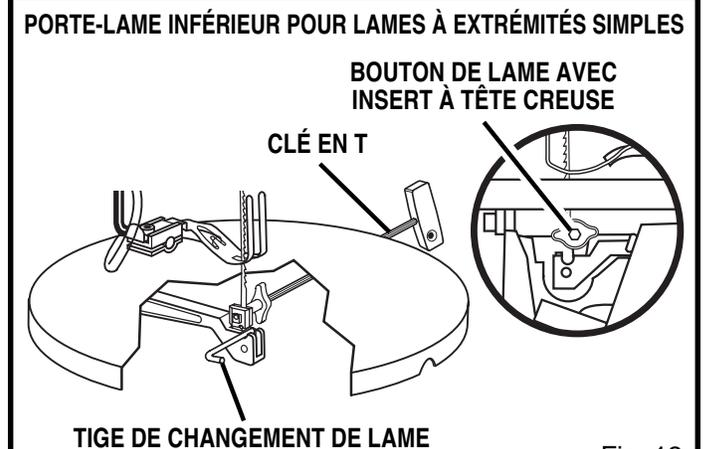

Fig. 12
Voir figures 12 à 15.
- Insérez la tige de changement de lame dans la fente du serre-lame du porte-lame inférieur. Voir figure 12.
- En utilisant la clé en T fournie, desserrez le bouton de la lame. Voir figure 12. Enlevez la tige de changement de lame et répétez cette technique pour le porte-lame supérieur.